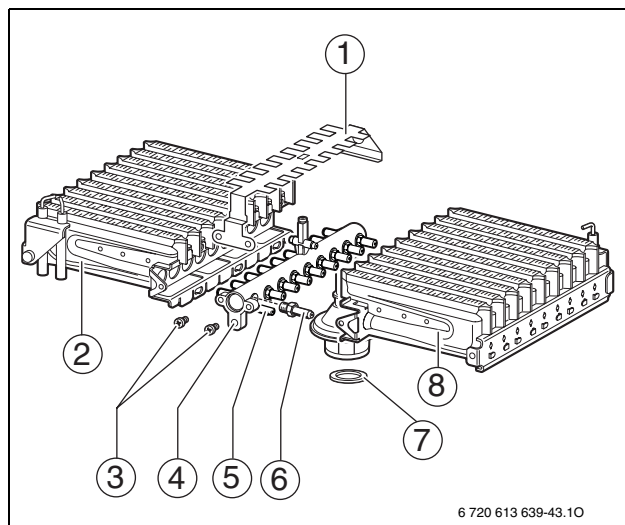

Fig. 29
- ▶ Demontați arzătorul (→ fig. 29, [2] și [8] / → cap. 12.2.1).
- ▶ Montați arzătorul (→ fig. 29, [2] și [8]).